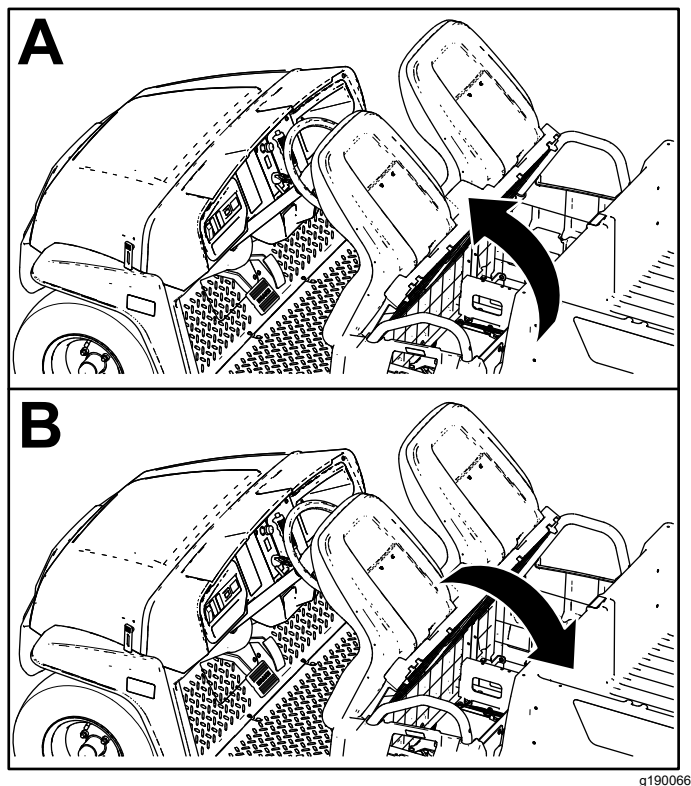

Figura 30
Per sollevare il gruppo sedile, spingetelo in avanti fino ad appoggiarlo al volante (Figura 30).
Per abbassare il gruppo sedile, spingetelo indietro fino a riportarlo nella posizione originale (Figura 30).
1. Spingete il gruppo sedile in avanti in posizione di sollevamento (Figura 30).